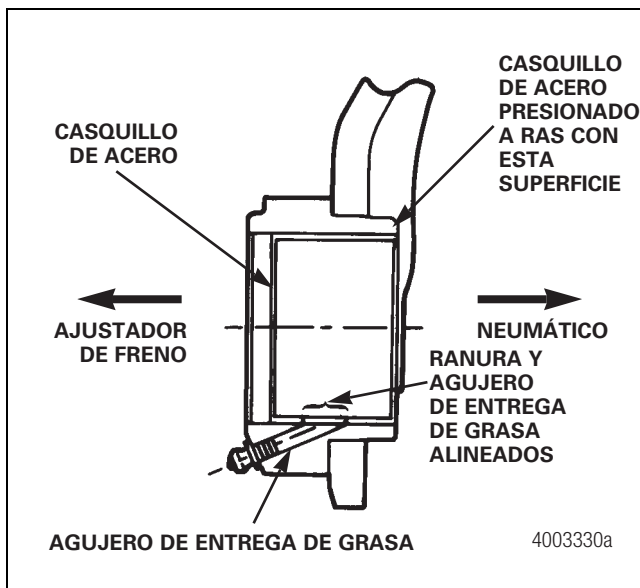

Figura 12.29
- A. En bujes plásticos, introduzca un casquillo de acero por el agujero retenedor hasta que quede a ras con el borde exterior del retenedor, por el lado del neumático. Verifique que la ranura del casquillo de acero está alineada con el agujero de distribución de la grasea. Después instale el buje plástico. Figura 12.29.